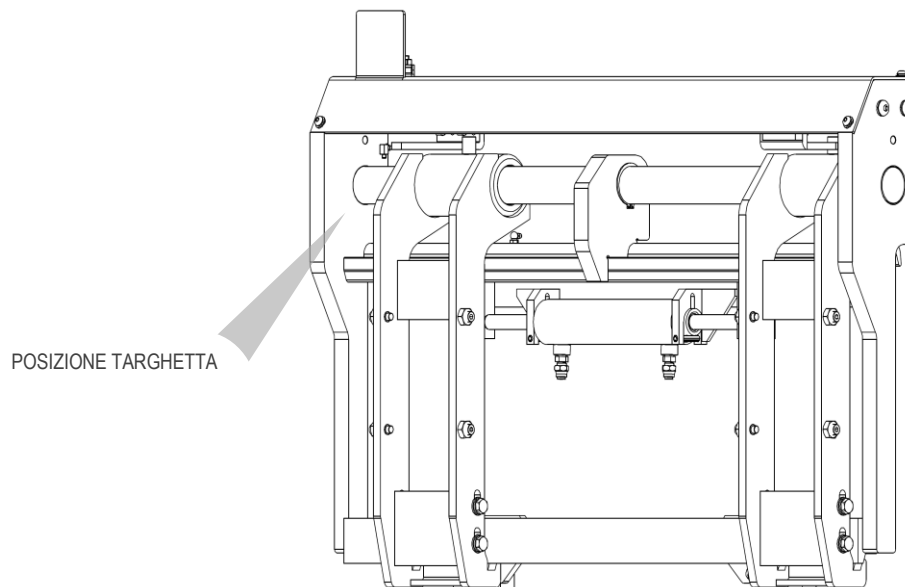

Figura 1
Tutte le attrezzature A.T.I.B. - POSIZIONATORE FORCHE TIPO 598 | 599 vengono identificate mediante targhetta adesiva (vedi *Tabella 1*) posizionata sull'attrezzatura (vedi *Figura 1*), fare sempre riferimento al numero di matricola.
A tale scopo dovranno essere utilizzate cinghie o catene opportunamente dimensionate al peso dell'attrezzatura indicato in targhetta (vedi *Figura 1* e la *Tabella 1* a pag.7).
11. Collegare il circuito idraulico, assicurandosi che la pressione di esercizio delle tubazioni sia superiore o uguale a quella indicata sulla targhetta di identificazione (vedi *Figura 1* e la *Tabella 1* a pag.7).
A tale scopo dovranno essere utilizzate cinghie o catene opportunamente dimensionate al peso dell'attrezzatura indicato in targhetta (vedi *Figura 1* e *Tabella 1* a pag.7).